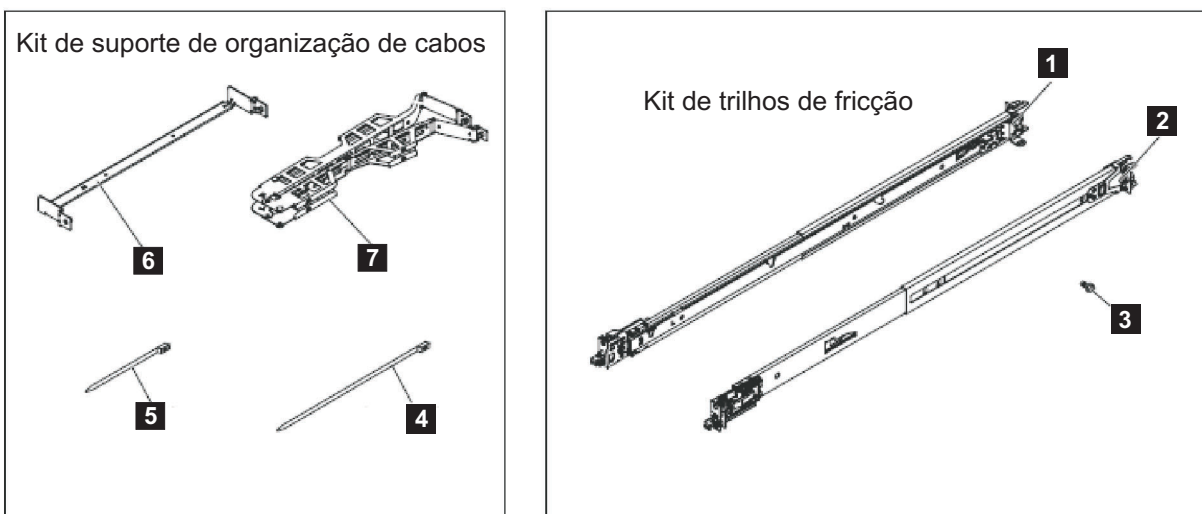

Figura 20. Suporte para Organização de Cabos, Trilhos de Suporte e Partes Associadas do SAN Volume Controller 2145-CG8
A Figura 20 mostra os itens necessários para instalar o nó SAN Volume Controller 2145-CG8 em um rack.
1. Verifique se você possui todos os itens necessários para instalação dos trilhos de suporte e se identificou a frente e cada trilho, conforme mostrado na Figura 20 na página 25.